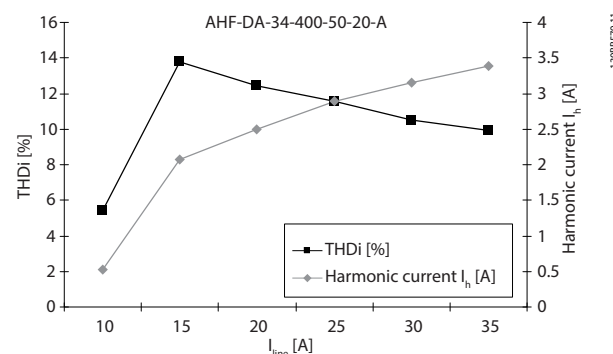

Abbildung 3.2 Verhältnis von THDi zu Last
1) Der Gesamtoberschwingungsstrom wurde berechnet. Das Verhältnis von THDi zu Last ist in *Abbildung 3.2* abgebildet.